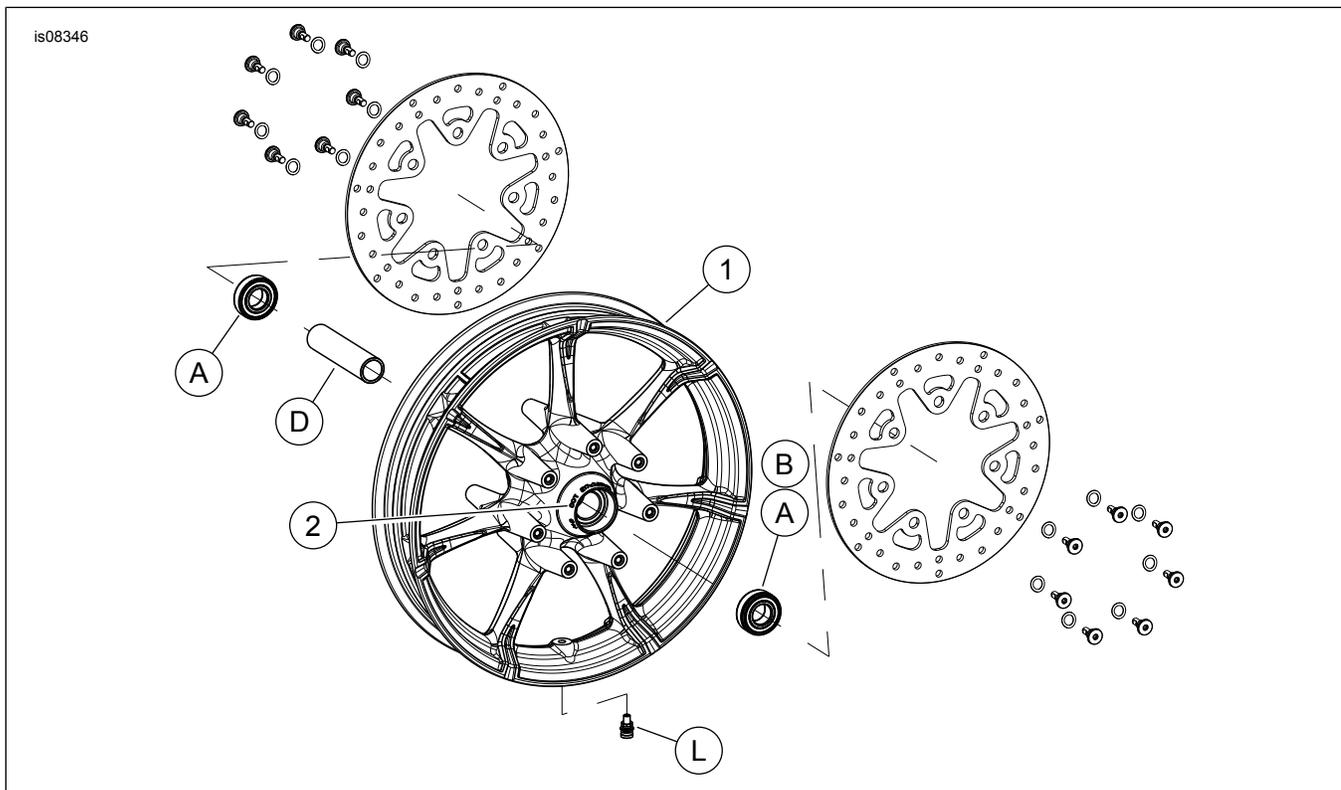

Figura 1. Parti di ricambio: Ruote anteriori Slicer
Vedere Figura 1 e Tabelle delle parti di ricambio.
2. Vedere Figura 1. Installare il gruppo dello stelo della valvola (L) sulla ruota. Vedere il manuale di manutenzione.